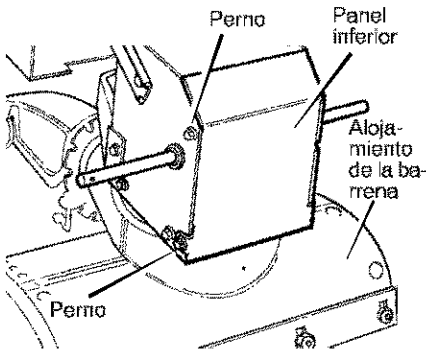

Figura 67
- Aloje los **pernos** a cada lado del **panel inferior** (Figura 67).
- Instale el **panel inferior** (Figura 67).
13. Instale el **panel inferior** (Figura 67).